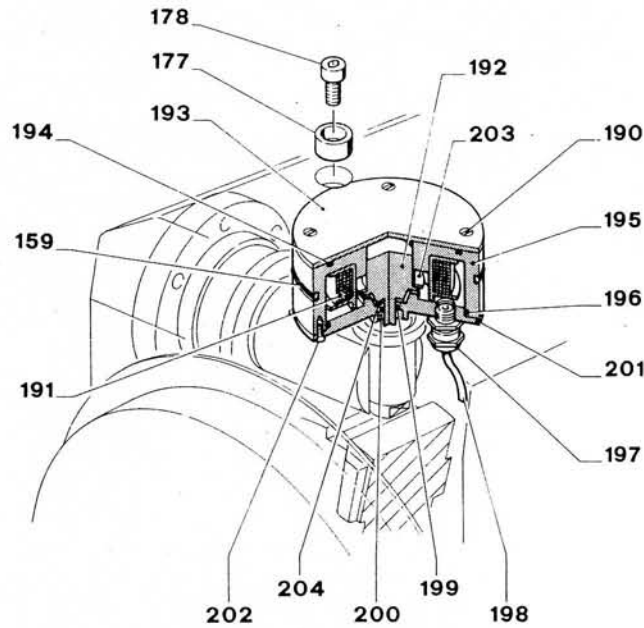
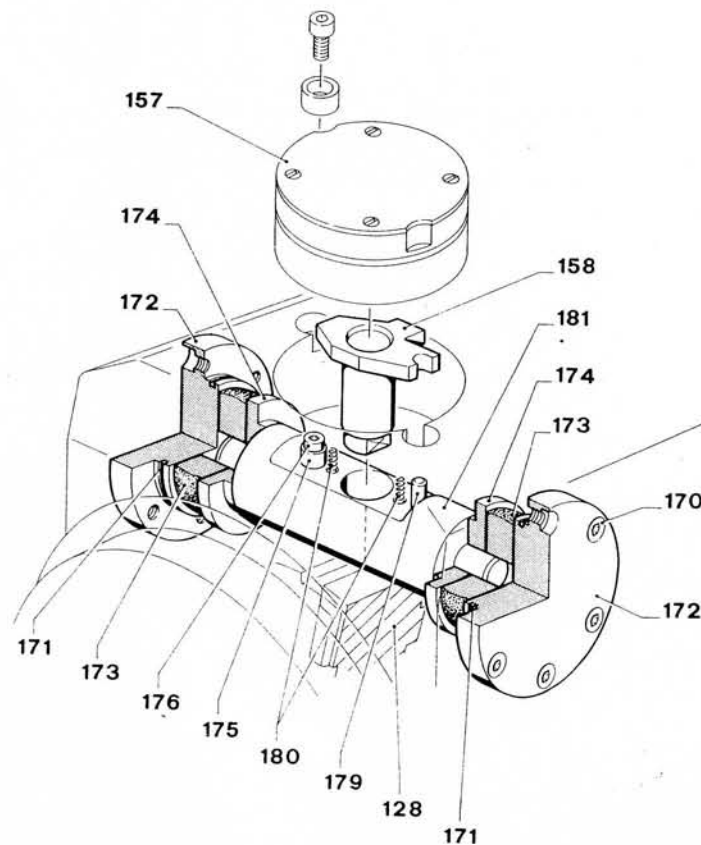

Fig. 7
Fig. 8
18.1 - Magnetspule für Vorpositionierer (Abb. 7)
- den hinteren Deckel (146) des Revolverkops abnehmen, die Drähte der Magnetspule an der Klemmleiste lösen, die Kabeltülle lockern und das Kabel nach innen hineinschieben.
- die Schrauben (178) lösen und die Klötzchen (177) entfernen (siehe Abb. 7).
- den kleinen Deckel (193) entfernen, nachdem die Schrauben (190) entfernt wurden und die Magnetspule (157) herausziehen (siehe Abb. 8).
18.2 - An der Magnetspule durchzuführende Ueberprüfungen (Abb. 7)
- die mechanische Funktionsfähigkeit überprüfen; den Zapfen (192) vorwärts und zurück bewegen, wobei kontrolliert wird, daß er sich frei und ohne Verkleben bewegen läßt.
- Ueberprüfung der Dichtungen: Wenn beim Abnehmen des Deckels (193) im Inneren der Magnetspule das Vorhandensein von Öl- oder Wasserspuren festgestellt wird, dann sind die Dichtungen (194, 196, 199, 159) zu überprüfen und evtl. zu ersetzen.
- Auswechseln der Magnetspule: Die Kabeltülle (197) lockern, nachdem der Deckel (201) entfernt wurde. Nun die Spule (191) herausziehen).
18.1 - Solenoid pre-indexer (Fig. 7)
- Remove the rear cover of the turret (ref. 146), disconnect the solenoid wires from the terminal board, loosen the cable clamp and push the cable inwards.
- Unscrew the screws (ref. 178) and remove the spacers (ref. 177) (see Fig. 7).
- Remove the cap (ref. 193) after having unscrewed the screws (ref. 190) then remove the solenoid (ref. 157) (see Fig. 8).
18.2 - Checks to be carried out on the solenoid (Fig. 7)
- Functional check (mechanical): move the pin forwards and backwards (ref. 192) checking that it runs smoothly.
- Seal check: Remove the cover (ref. 193) and check that no water or oil traces are found in the solenoid. Check the conditions of the O-Ring and, if necessary, replace them (ref. 194, 196, 199, 159).
- Replacement of the coil: Loosen the cable clamp (ref. 197) after having disassembled the cover (ref. 201) then remove the coil (ref. 191).
18.3 - Am Zapfen durchzuführende Ueberprüfungen (Abb. 8)
18.4 - Stoßdämpfer (Abb. 8)
18.3 - Checks to be performed on the pin (Fig. 8)
18.4 - Shock damper (Fig. 8)